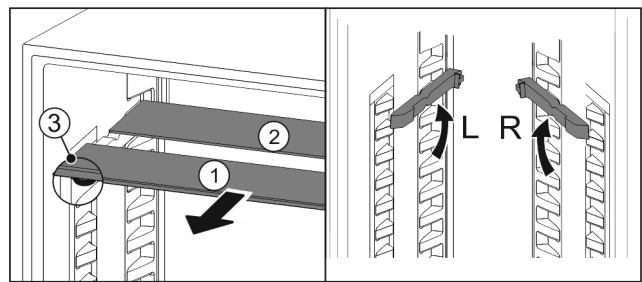

Fig. 74
- ▶ Посуньте Fig. 74 (1) скляну панель вперед.
- ▷ Скляна панель Fig. 74 (1) з декоративною планкою лежить спереду.
- ▷ Стопори Fig. 74 (3) показують вниз.